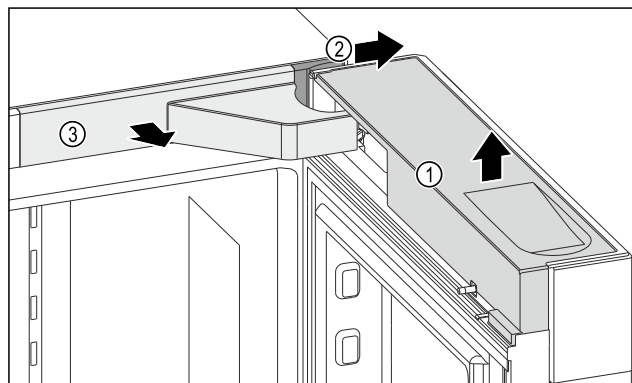

Fig. 6
- Skinite poklopac Fig. 6 (1).
- Skinite poklopac Fig. 6 (2).
- Skinite poklopac Fig. 6 (3).